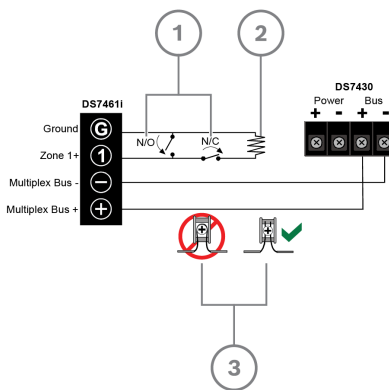
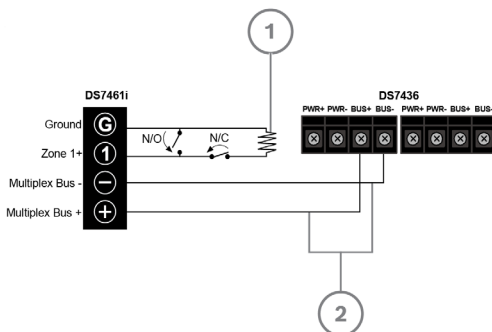

Figura 3: Cableado a un módulo de ampliación multiplex DS7430
Figura 4: Cableado a un módulo de ampliación multiplex DS7436
- Conecte el cableado al DS7461i tal como se muestra en la *Figura 3* y en la *Figura 4*.